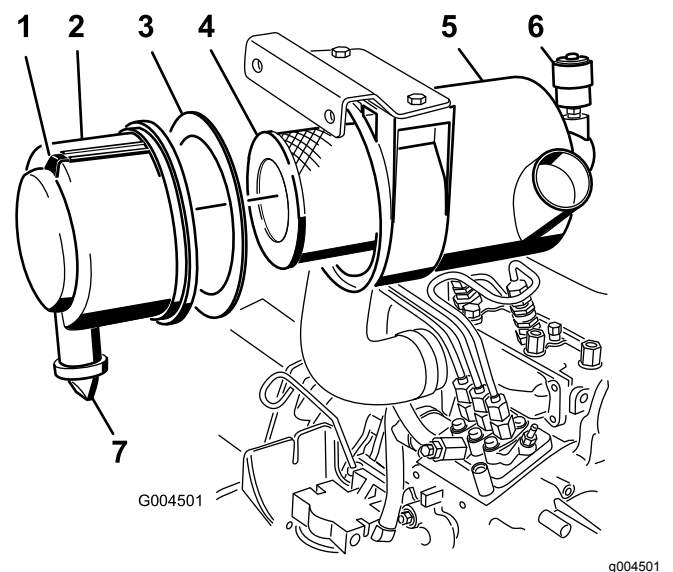

Figura 49
2. Revise el filtro del limpiador de aire cuando el indicador del limpiador de aire se vea rojo (Figura 49) o cada 400 horas (más frecuentemente en condiciones extremas de polvo o suciedad). No limpie con demasiada frecuencia el filtro de aire.
1. Tire hacia fuera del enganche y gire la tapa del limpiador de aire en el sentido contrario a las agujas del reloj (Figura 49).
2. Retire la cubierta de la carcasa del limpiador de aire (Figura 49).
4. Retire y cambie el filtro primario (Figura 49).
6. Asegúrese de que la junta de gomaespuma está colocada en la tapa y que no está desgarrada ni dañada (Figura 49).
- A. Retire la válvula de salida de goma de la cubierta (Figura 49).
10. Reinicie el indicador (Figura 49) si se ve rojo.